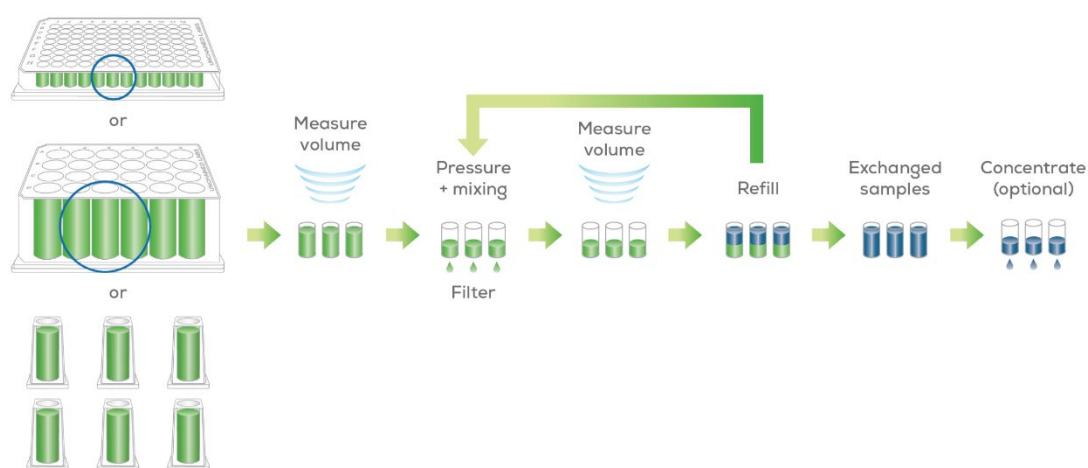

图 2：超声传感器测一次样品体积；接着在轻柔混合下加压，把滤液排走，从而避免死端过滤（dead-end filtration）和膜污染。然后再测一次体积，Lil' Tuna 用您的置换缓冲液把每个孔重新注满。这样循环下去，直到样品达到目标置换百分比和体积。
为了让缓冲液置换过程更快、更省人工、更一致，Lil' Tuna 采用了基于压力的超滤/透析过滤（图 2）^{①-③}。每次运行时，它先用超声传感器测出每个孔里的体积；接着把样品降入一个腔室，一边用空气加压、一边振摇，把滤液从孔底的膜挤出去——这样流速又快又均匀，还能防止物质在膜界面上堆积，也就是膜污染。压力加混合的这套组合，还降低了过程相关聚集的风险。之后，它会再测一次体积、加入新的缓冲液，并根据移除了多少液体自动调整循环时间。由于每一步的截留液量都是已知的，只要调整循环时长，就能实时优化和控制整个过程。如此循环往复，直到样品达到目标置换百分比和体积，最后还可以选做一步浓缩。操作起来很简单：设好目标置换率、最终体积和样品格式，人就能走开——剩下的交给 Lil' Tuna。